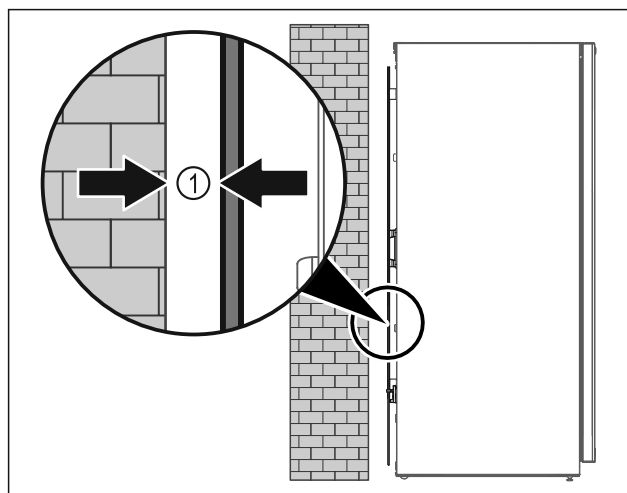

Fig. 9
- ▶ Ställ upp apparaten fritt i rummet eller direkt mot en vägg med ett minimiavstånd på 5 mm Fig. 9 (1) från väggen.